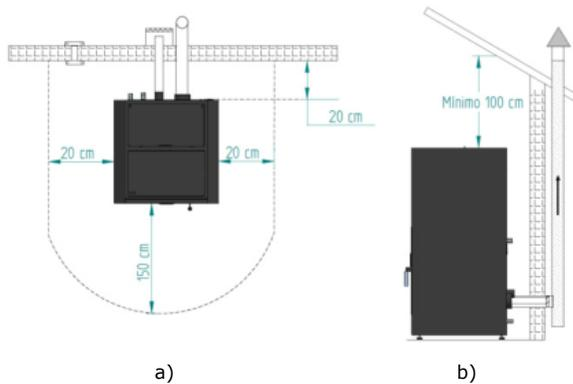

Figura 5 - Distâncias mínimas de todas as superfícies: a) vista superior da instalação do equipamento; b) vista lateral da instalação do equipamento
As distâncias mínimas da salamandra a *pellets* às superfícies especialmente inflamáveis estão representadas na Figura 5.
- Conforme indicado na Figura 5, a conduta de exaustão deve ser realizada de modo a que a limpeza e a manutenção sejam asseguradas pela inserção dos pontos de inspecção.